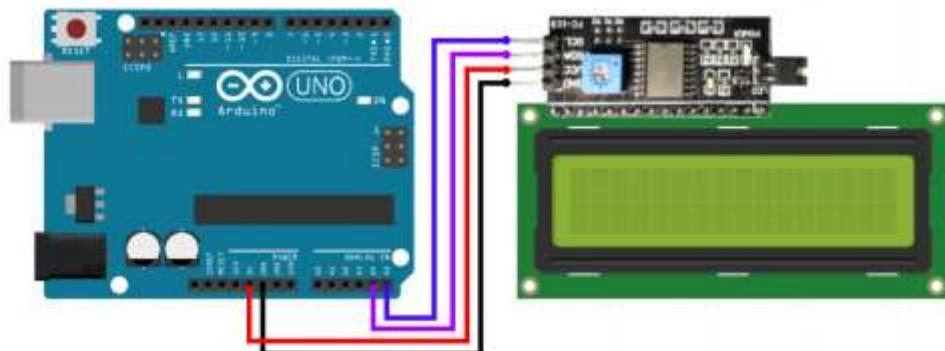

Рисунок 2.2 – Схема підключення LCD дисплея до Arduino по послідовному інтерфейсу I_C
- передача даних по послідовному інтерфейсу I_C (схема підключення рис.2.2);